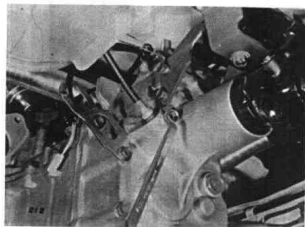

图 10-3
(1) 从蓄电池负极和正极断开导线连接并用千斤顶顶起汽车。
(2) 从插头处断开倒车灯开关线束。
(3) 断开黑/黄线束与起动机正极的连接。
(4) 从变速器壳体上拆下起动机并断开起动机负极连接的导线。
(5) 从导线夹上拆下倒车灯开关线束。
(6) 从变速器壳体上拆下速度表软轴（图 10-3）。